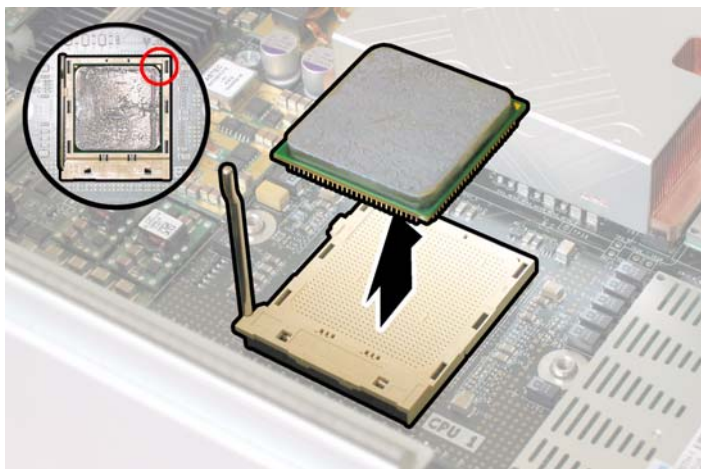

図 4-47 CPU のソケットからの取り外し
- e. レバーを垂直の開位置にしたまま、CPU をソケットから持ち上げます。図 4-47 を参照してください。